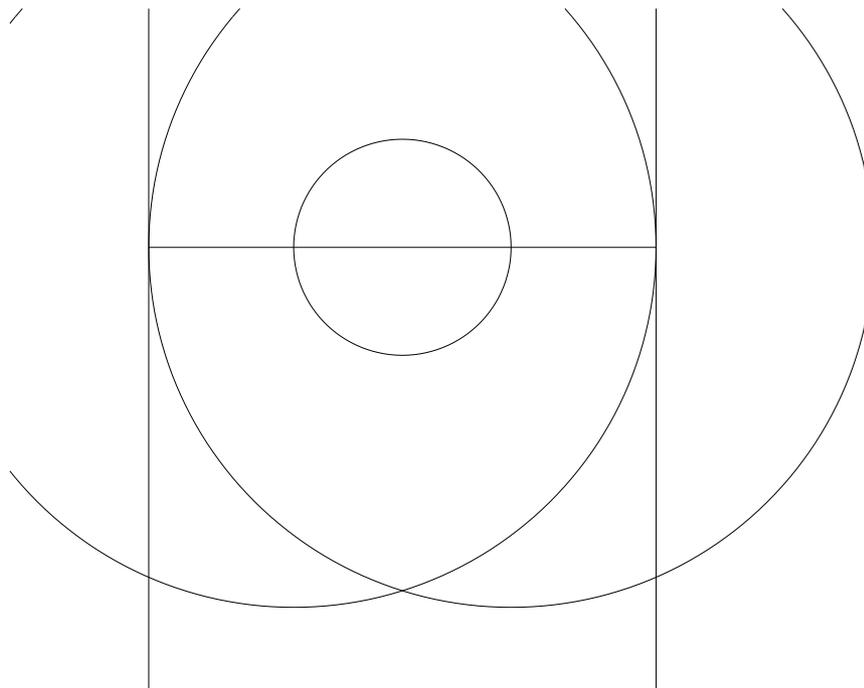

Рис.3.4
4.2. Аналогично построить окружность радиусом 55 с центром во второй точке пересечения горизонтали с окружностью диаметром 33. Получается изображение (рис. 3.4):